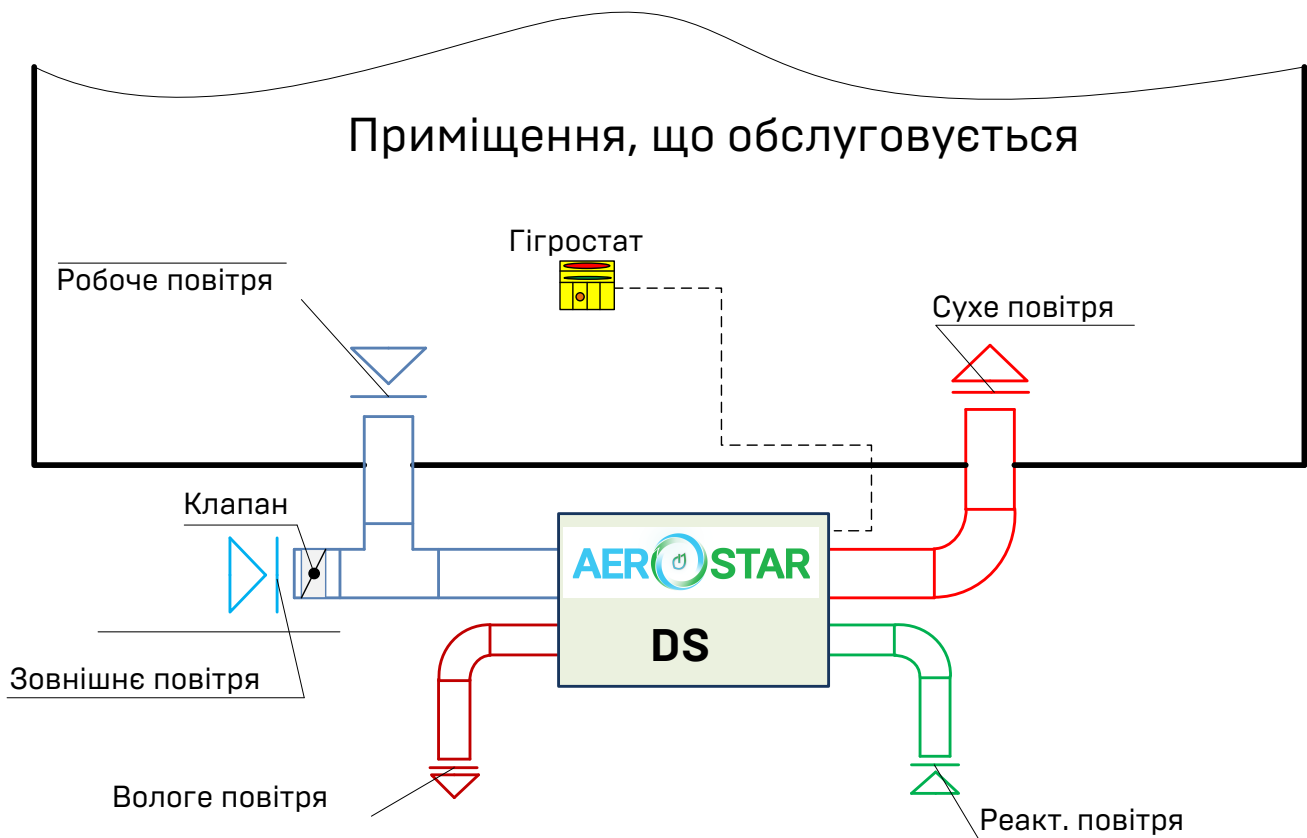

Рисунок 4.6 – Робота осушувача за «закритою» схемою з підмішуванням свіжого повітря (зовнішнє виконання)
- ✓ робота осушувача за «закритою» схемою з підмішуванням зовнішнього повітря (зовнішнє виконання) – див. рисунок 4.6;